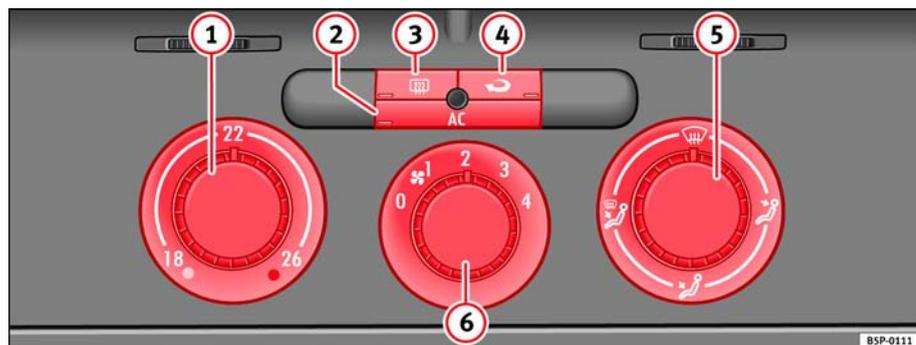

Fig. 123 Mandos del Climatic en el tablero de instrumentos
- Con los reguladores ⇒ fig. 123 ① y ⑤ y con el mando ⑥ se regula la temperatura, la distribución del aire y la velocidad de la turbina.
- Pulse la tecla ②, ③ o ④ para activar o desactivar la función correspondiente. Cuando la función está activa, la ventana situada en la esquina inferior de la tecla se ilumina.
- ① Regulador de temperatura ⇒ página 151
- ② Tecla **AC** – Encender o apagar el grupo refrigerador ⇒ página 151
- ③ Tecla – Luneta térmica. Esta función se apaga automáticamente aproximadamente 20 minutos después de haberla conectado. Se puede desconectar antes pulsando de nuevo la tecla.
- ④ Tecla – Recirculación de aire ⇒ página 153
- ⑤ Regulador de la distribución de aire ⇒ página 151
- ⑥ Mando de la turbina. El caudal de aire tiene 4 niveles de ajuste. La turbina debería funcionar siempre en el nivel más bajo cuando se circule a poca velocidad. ▶
- Encienda el climatizador con la tecla ⇒ página 150, fig. 123